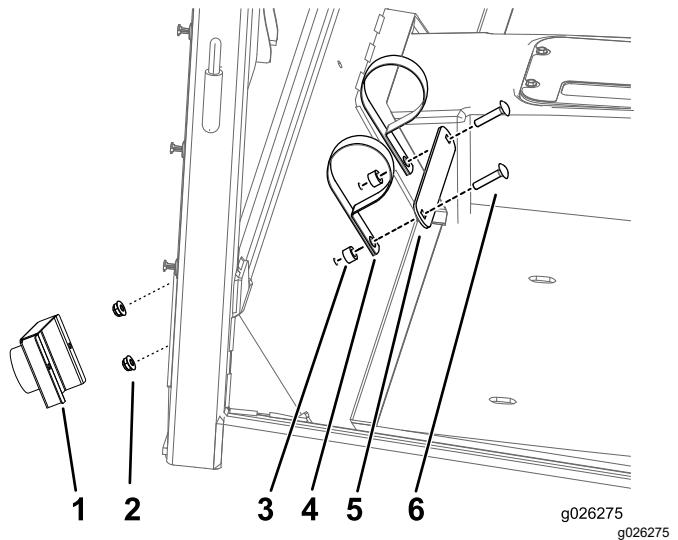

Рисунок 47
1. Установите тубус для хранения Руководства оператора (Рисунок 47).